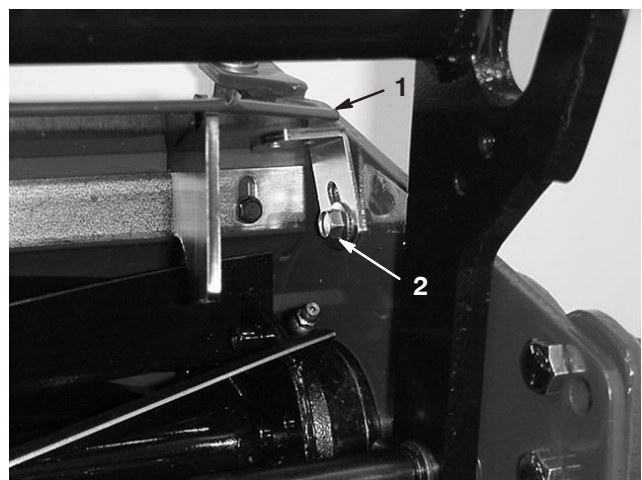

Bild 2
2. Lösen Sie die Kopfschrauben und Muttern, mit denen die Abdeckung an jeder Seiteplatte befestigt ist. Stellen Sie den gewünschten Winkel für die Abdeckung ein und ziehen Sie die Befestigungen an (Bild 2).